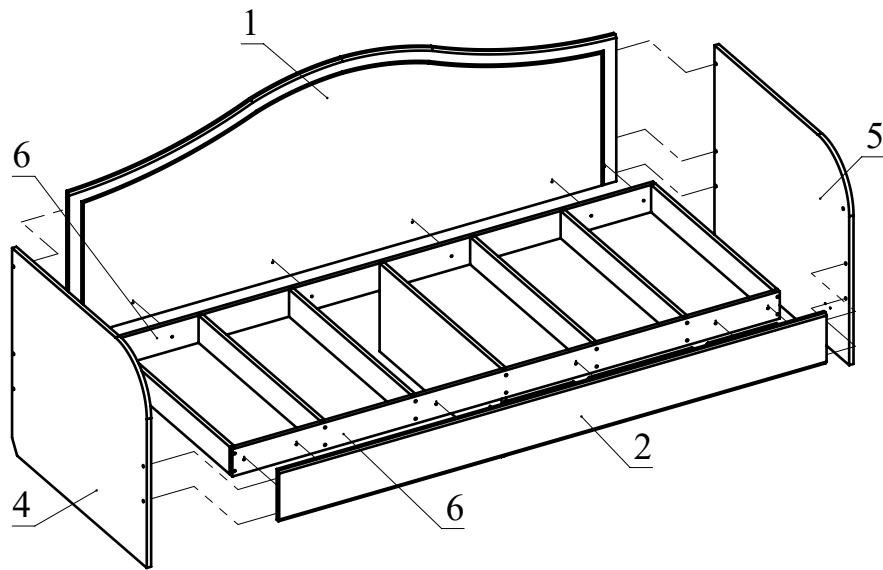

Рис.4
5. Соедините деталь 1 с деталью 6 с помощью шурупов 4x30. Затем соедините деталь 2 с деталью 6 с помощью шурупов 4x30. После этого соедините детали 4 и 5 с деталями 1 и 2 с помощью конфирматов (Рис. 4).